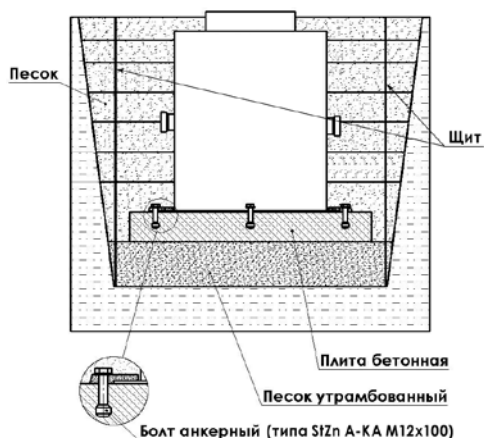

Рис. 3 Расположение бетонной плиты
Отрыть котлован под установку в соответствии с габаритными размерами и рекомендациями (см. таблицу №1). Основание котлована должно быть ровным и строго горизонтальным. При возможных перекопах основания котлована производить подсыпку песком с уплотнением водой. Для предотвращения обрушения стен котлована их необходимо закреплять щитами с распорками по мере углубления, или производить отрывку котлована с устройством откосов. Заложение откосов зависит от типа грунта (см. рис.3).
- на заранее отлитую бетонную плиту на месте (см. рис.3)
- на готовую приобретенную бетонную плиту (см. рис.3)